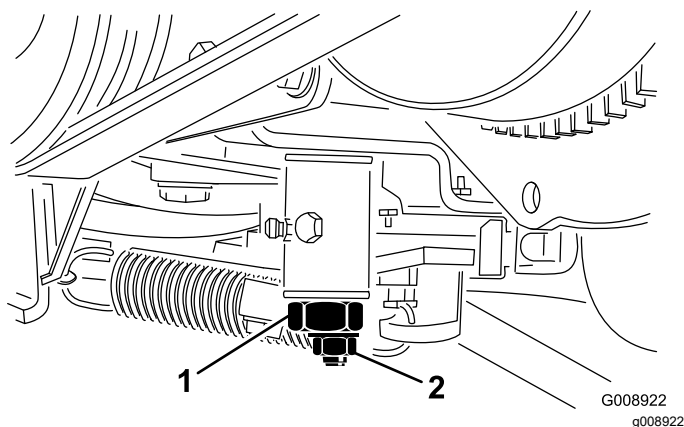

Figura 57
4. Slăbiți contrapiulița camei de reglare a tracțiunii (Figura 57).